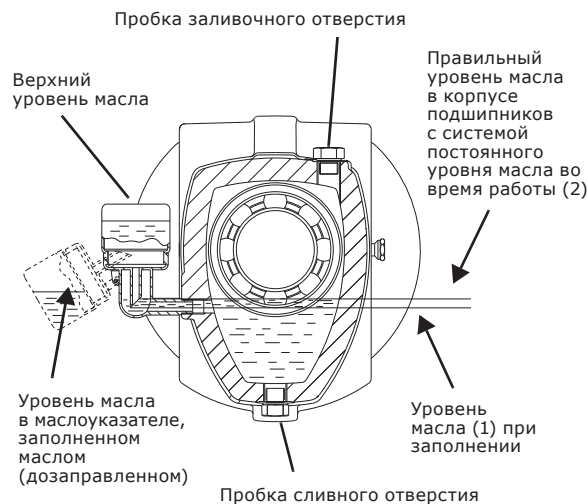

Рис. 18 Заливка масла
2	Отвести в сторону маслѐнку и залить масло через заливочное отверстие, чтобы оно достигло уровня (1) в соединительном колене. См. рис. 18.
3	Залить резервуар маслоуказателя маслом и вернуть маслоуказатель в прежнее положение. Теперь маслом будет заполняться корпус подшипников. В процессе заполнения в резервуаре появляются воздушные пузырьки. Продолжать заполнение, пока масло не достигнет необходимого уровня (2). См. рис. Рис. 18.
Уровень масла в корпусе подшипников должен быть всегда таким, как показано на рис. 18.